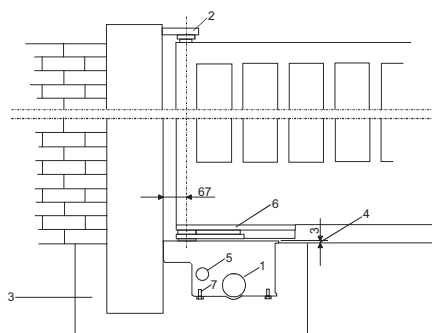

Рисунок 3
- Выкопать котлован соответствующих размеров под фундамент в месте установки привода (рисунок 3).
- Сделать дренаж (рисунок 3, позиция 1).
- Монтажное основание FROG-B упрощает и ускоряет монтаж системы; установите монтажное основание в подготовленный для него котлован и произведите выравнивание оси его рычага с осью верхней петли ворот (рисунок 3, позиция 2).
ВНИМАНИЕ! Не допускается проводить сварку рядом с отверстиями с резьбой (рисунок 3, позиция 6).